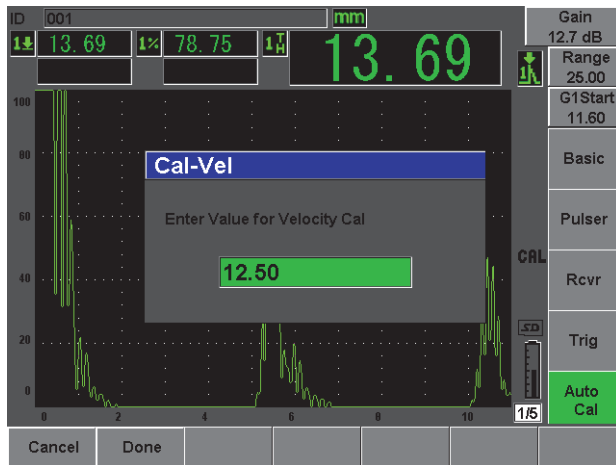

Figure 2-16 Valeur d'étalonnage de la vitesse
14. À l'aide de la molette de réglage ou des flèches, réglez l'épaisseur affichée à la valeur appropriée. Dans cet exemple, la sonde est placée sur un gradin de 12,5 mm (voir la Figure 2-16 à la page 53).